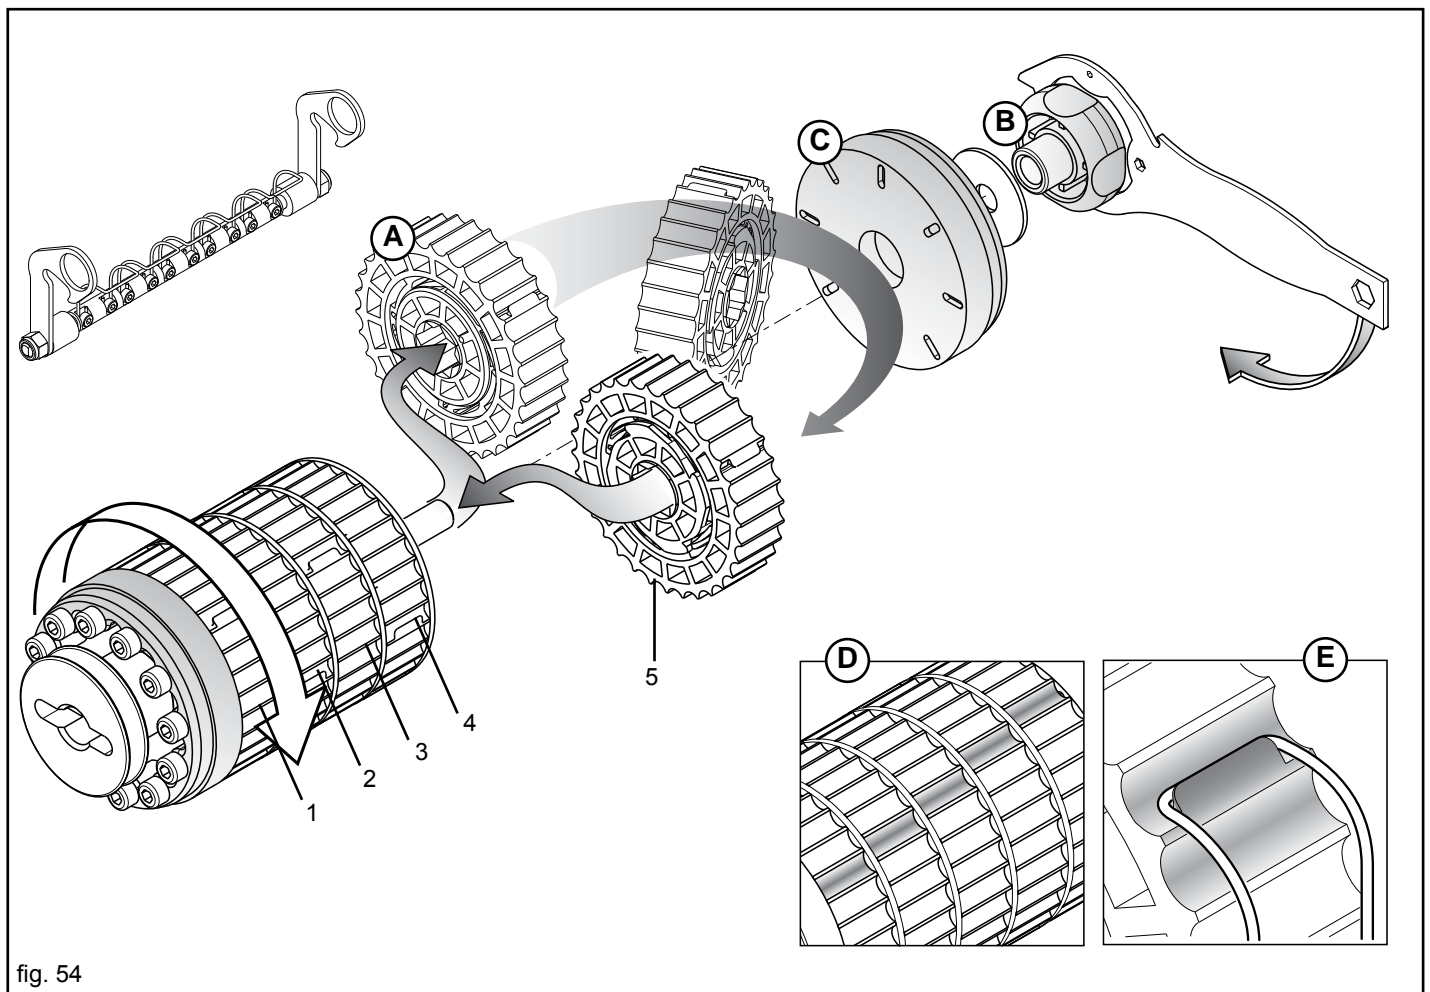

fig. 54
Vorausgesetzt, dass jedes Element (A, Abb. 54) 20% der gesamten Dosierrolle verteilt, können die arbeitenden Elemente erhöhen werden, um die Drehgeschwindigkeit des Getriebes zu reduzieren und um dadurch eine gleichmäßigere Produktstreuung zu erhalten.
Nach dem Abbau der Dosierrolle von dem Gerät ist der Kugelgriff (B, Abb. 54) mit dem beigegebenen Schraubenschlüssel abzuschrauben und dann ist die Feststellnutmutter (C) zu entfernen. Das ausgeschlossene Element oder die ausgeschlossenen Elemente abziehen und um 180° gedreht wieder anbringen, **wobei die korrekte Position der einzelnen Elemente einzuhalten ist** (1-2-3-4-5, Abb. 54).
Beim Anbringen der Elemente ist derart vorzugehen, dass die Kehlen der aktiven Elemente bei der Arbeit zueinander verschoben sind (D, Abb. 54), um eine kontinuierliche Streuung zu gewährleisten.
Das Reinigungselement in der Arbeitsposition festspannen und sicherstellen, dass die Federn an den entsprechenden, auszuschließenden Elementen (E, Abb. 54) befestigt sind, um deren Drehung und folglich die Streuung zu verhindern.